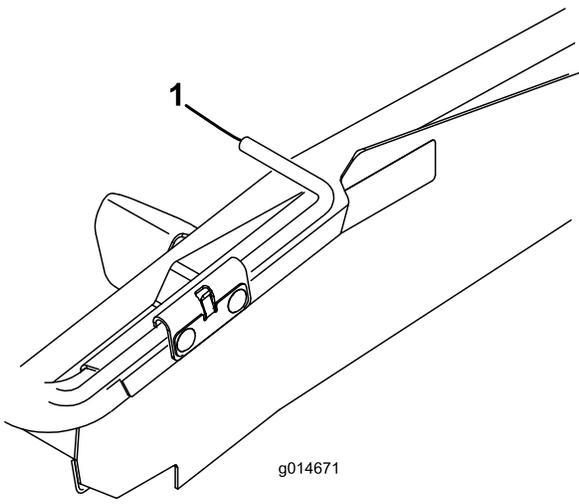
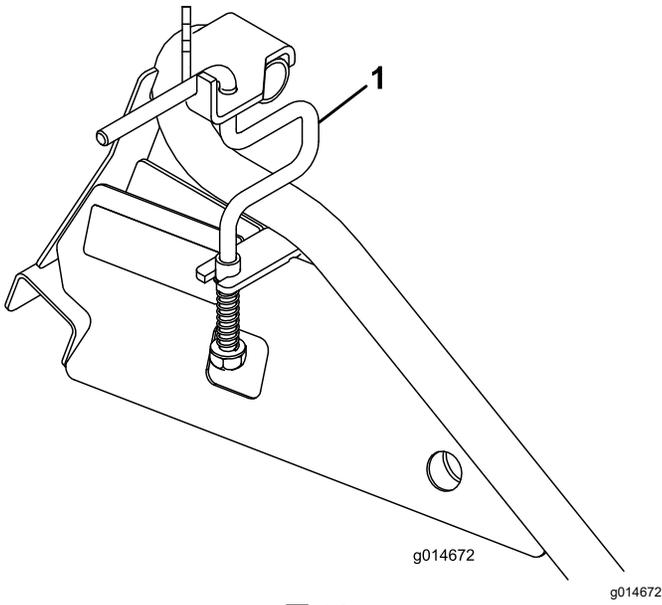

图 13
图 14
2. 在平板斜面上将车轮杆向上旋转图 13 至轨道斜面上将车轮杆平行开放转至斜面图 14。
- 在平板斜面上将车轮杆向下旋转至果岭剪草机行走轮上图 13。
- 在轨斜面上提起车轮杆并向下旋转至果岭剪草机行走轮后图 14。